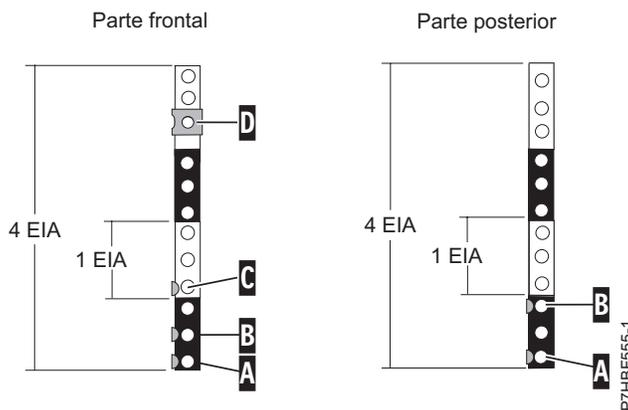

Figura 2. Señalización de orificios en la parte frontal y posterior del bastidor
1. Mirando de frente la parte frontal del bastidor y trabajando desde la parte derecha, localice la unidad EIA superior que utiliza su unidad de expansión. Tome nota de la ubicación de EIA. Utilice cinta, un rotulador o un lápiz para marcar el orificio inferior de esta unidad EIA con una A. Marque el bastidor de forma que la marca también se pueda ver desde la parte posterior del bastidor, tal como muestra la Figura 2 en la página 5
2. Empezando por el orificio identificado con la marca **A**, cuente un orificio y haga una segunda marca, la **B**. Marque el bastidor de forma que la marca se pueda ver también desde la parte posterior del bastidor, tal como se muestra en Figura 2.
3. Empezando por el orificio identificado con la marca **B**, cuente dos orificios y haga una tercera marca **C**, tal como se muestra en Figura 2.
6. Con la parte posterior del bastidor orientada hacia usted y comenzando por el lado derecho, localice la unidad EIA inferior que ha anotado en el paso 1 en la página 4. Haga una marca junto al orificio inferior de esta unidad EIA como (A). Marque el bastidor de forma que la marca también se pueda ver desde la parte frontal del bastidor.
7. Empezando por el orificio identificado con la marca **A**, cuente dos orificios y haga una segunda marca **B**, tal como se muestra en Figura 2.